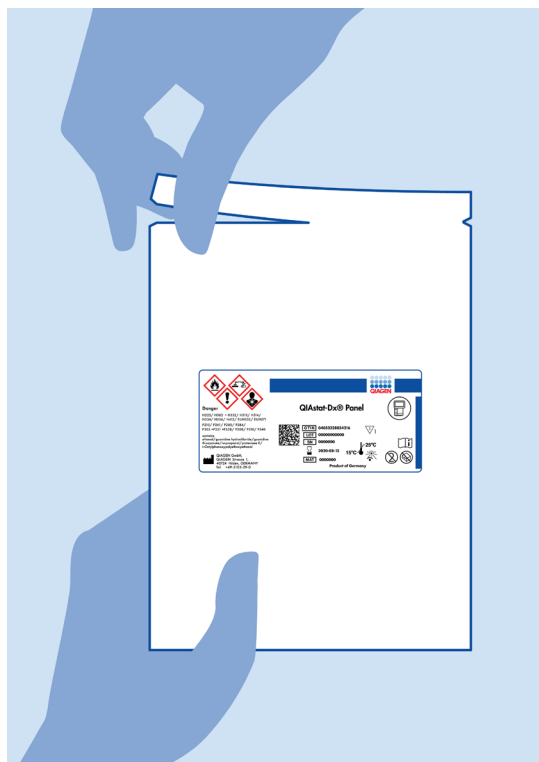

Figura 4. Abrindo o QIAstat-Dx ME Panel Cartridge.
2. Abra a embalagem de um QIAstat-Dx ME Panel Cartridge usando as linhas pontilhadas nas laterais da embalagem (Figura 4).